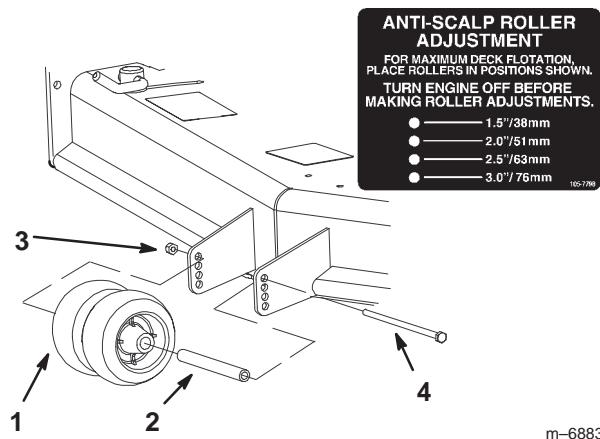

Figure 20
- Remarque :** Les deux galets centraux ne sont pas munis d'entretoise (Fig. 20).